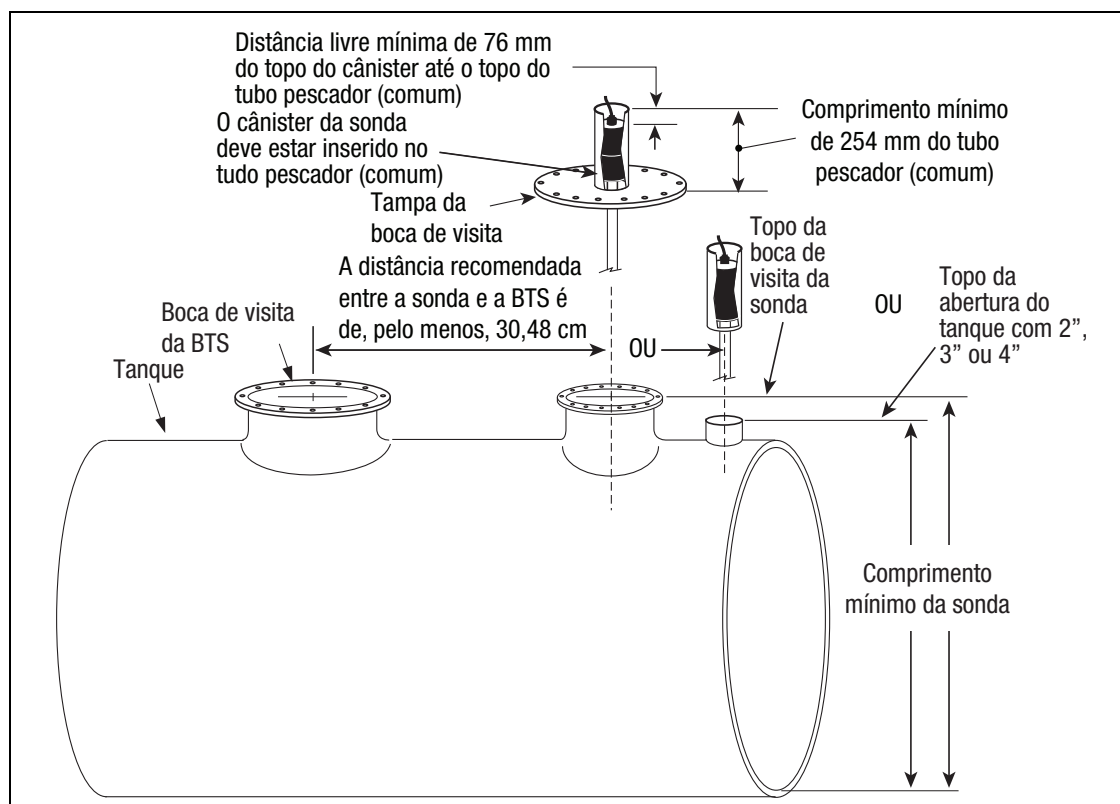

Figura 6. Determinação do comprimento mínimo da sonda Mag
1. Meça a distância do fundo do tanque até o topo da boca de visita da sonda ou a abertura do tanque (de 2, 3 ou 4 polegadas): esse é o comprimento mínimo da sonda (ver Figura 6).